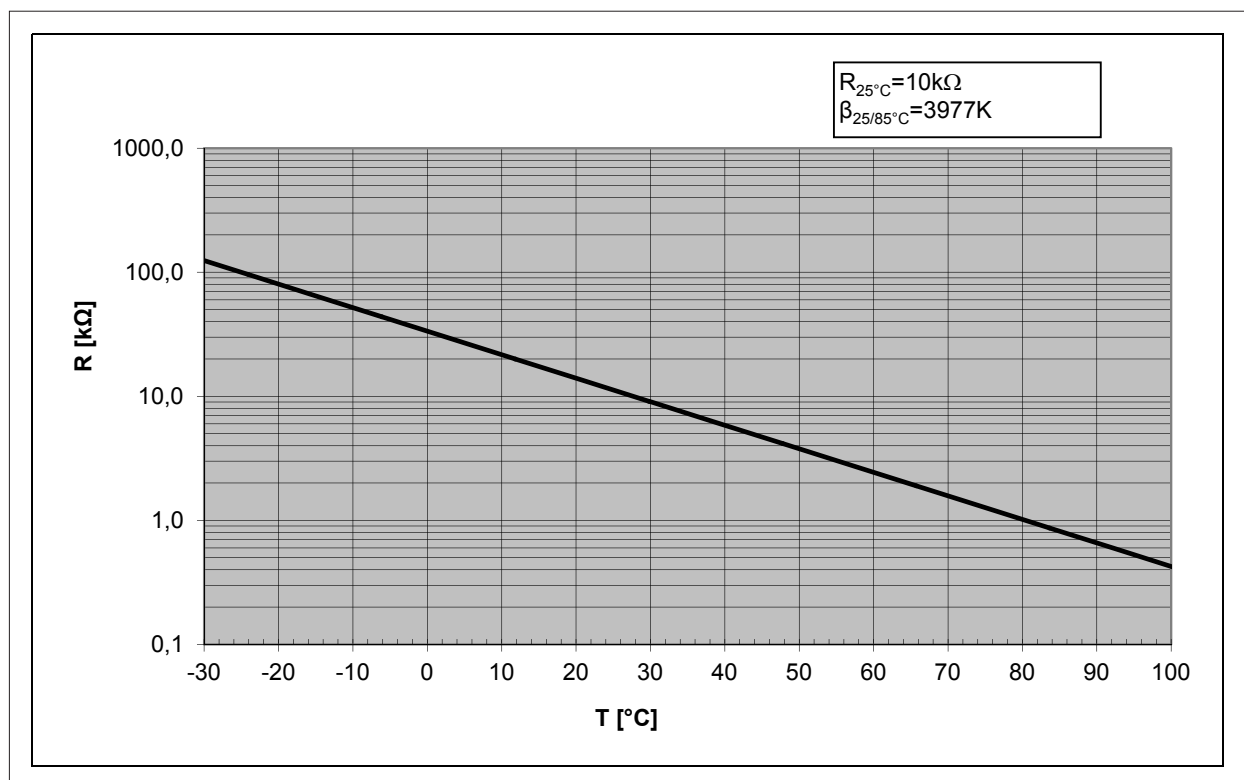
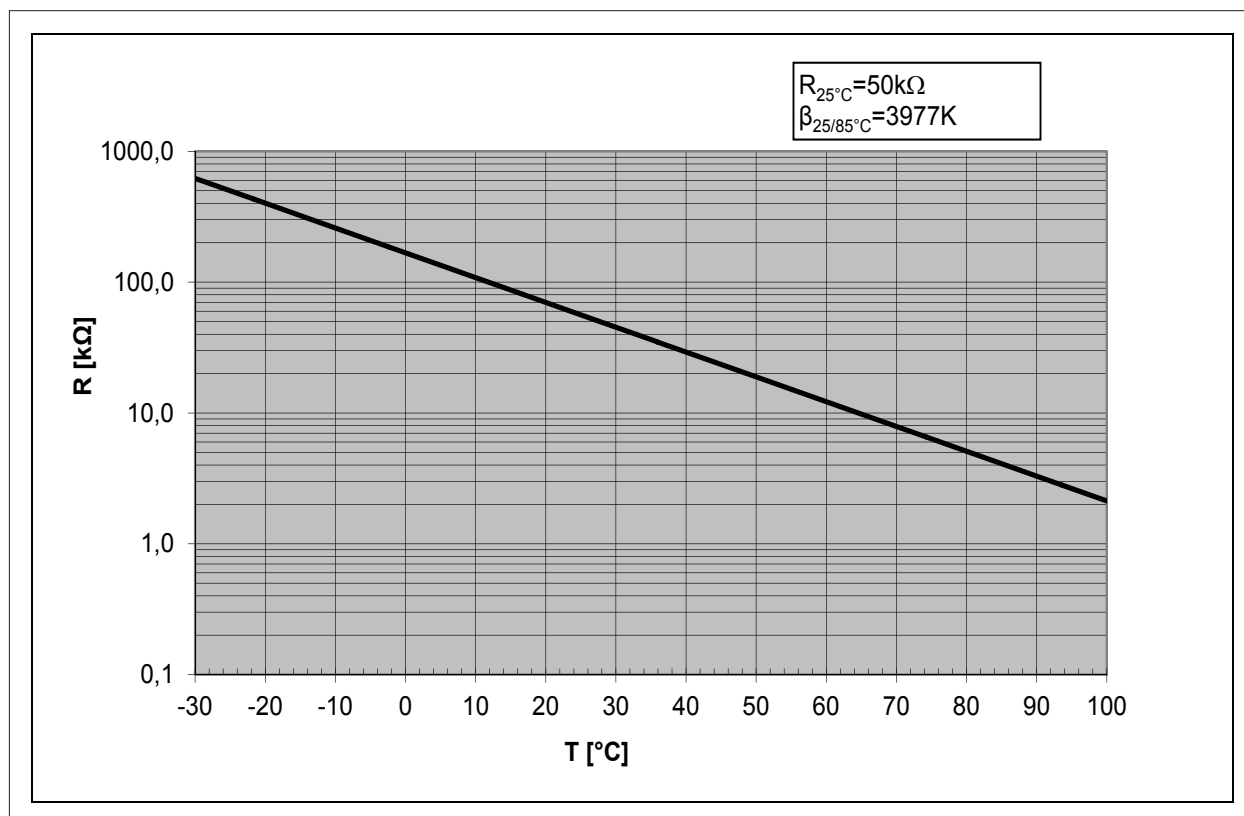

Fig. 5.7 Tabla de RT (OAT, OCT, OMT, HST, IRT)
Fig. 5.8 Tabla de RT (CCT)
- ▶ Desenchufar el conector de la placa principal y comprobar la resistencia de la sonda de temperatura – debe corresponder a los valores indicados para cada sensor en las tablas siguientes (Fig. 5.7, Fig. 5.8). Si la desviación es superior al 10 %, sustituir la sonda de temperatura.